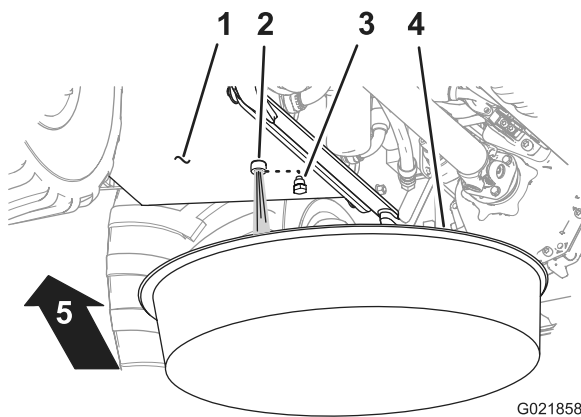

Figure 92
4. Placez un conteneur d'une capacité minimale de 75,7 litres (20 gallons) sous le bouchon de vidange du réservoir hydraulique (Figure 92).
- Retirez le bouchon de vidange du réservoir de liquide hydraulique (situé sous le réservoir) et vidangez le réservoir (Figure 92).
- Remettez le bouchon de vidange en place (Figure 92).